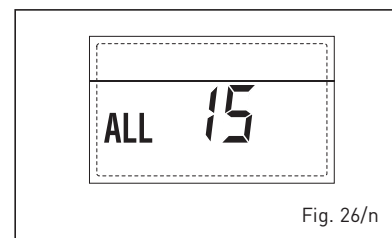

Fig. 26/n
– **INTERVENTO TERMOSTATO SICUREZZA PRIMA ZONA MISCELATA “ALL 20” (fig. 26/p)**